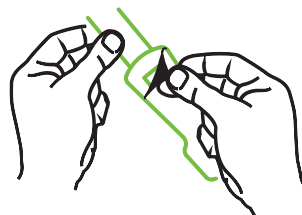

Figure 12-10 Retrait du film protecteur présent sur le capteur
- 2 Enlever et jeter le film protecteur du capteur (figure 12-10).